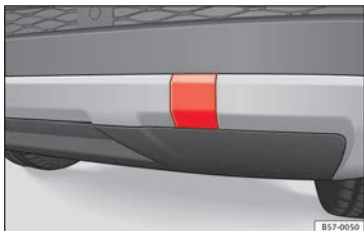

Abb. 99 Auf der rechten Seite des hinteren Stoßfängers: Abdeckung entfernen.
Die Abschleppöse wird in die hinter einer Abdeckung auf der rechten Seite des hinteren Stoßfängers befindliche Aufnahme eingeschraubt » **Abb. 99**. Die *serienmäßig mit einer Anhängervorrichtung* ausgestatteten Fahrzeuge verfügen **nicht** über eine Aufnahme für
- Drücken Sie auf den oberen Bereich der Abdeckung » **Abb. 99** und klinken Sie diese aus.